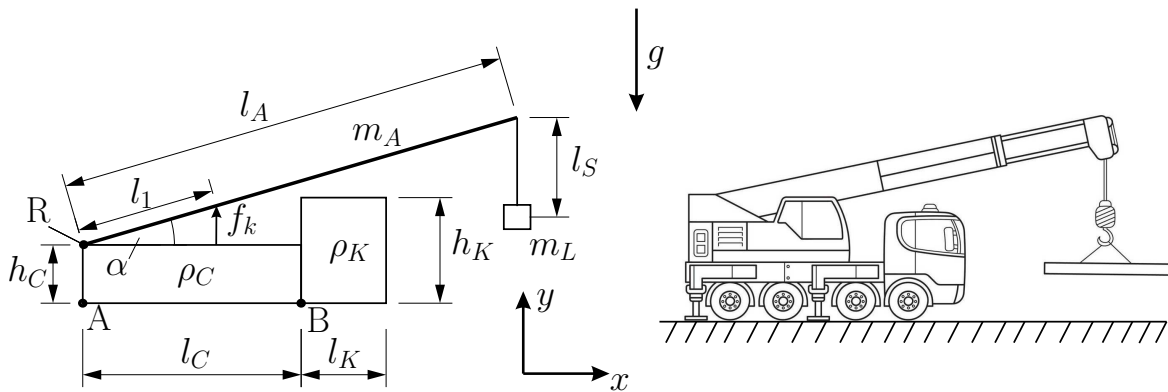

Abbildung 1: Schematische Darstellung des Ladekranes.
1. Betrachten Sie den Ladekran in Abbildung 1. Der LKW wird durch zwei Quader mit den Dichten  $\rho_C$ ,  $\rho_K$ , den in der Abbildung gegebenen Abmessungen und einer Tiefe  $t_1$  modelliert. Der Ausleger wird durch einen dünnen Balken der Länge  $l_A$ , mit homogener Dichte und Masse  $m_A$  modelliert. Der gesamte Ladekran ist durch Stützen an den Punkten A und B gelagert. Die Last wird durch eine Masse  $m_L$  modelliert, die an einem masselosen Seil der Länge  $l_S$  unter dem Ende des Auslegers befestigt ist. Der Winkel  $\alpha$  wird durch einen Kolben eingestellt der im Abstand  $l_1$  vom Drehpunkt R entfernt die Kraft  $f_k$  in positive  $y$ -Richtung auf den Ausleger auswirkt. Die Gravitation wirkt in negative  $y$ -Richtung.